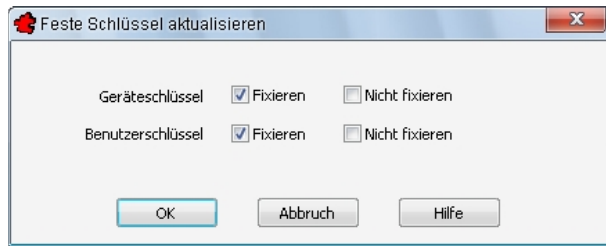

Bild 24.56 – Die Dialogbox *Feste Schlüssel aktualisieren*
- löschen Sie diese Option kollektiv mit *Nicht fixieren* (Abb. 24.56).